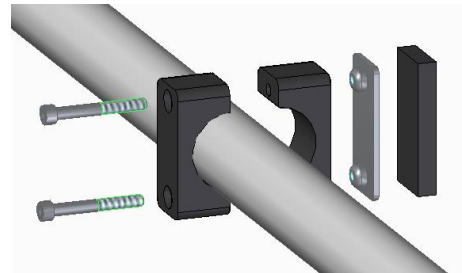

Abbildung 3
Zum Schutz vor Kollision zwischen Tür und Fahrradträger kann ein zusätzlicher Anschlag (5) am fahrzeug-näheren Querrohr mit zwei Zylinderschrauben M6x50 montiert werden (Abb. 3).